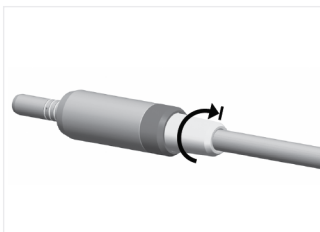

FIG. 3
4. Hold motoren fast, og skru slangens muffe helt på den bageste motortilslutning. (FIG. 3).